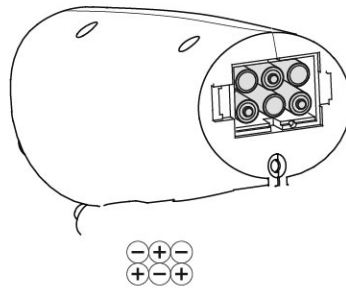

Figure 6
2. Insérez six piles AA dans le compartiment en respectant les polarités comme illustré (Figure 6).